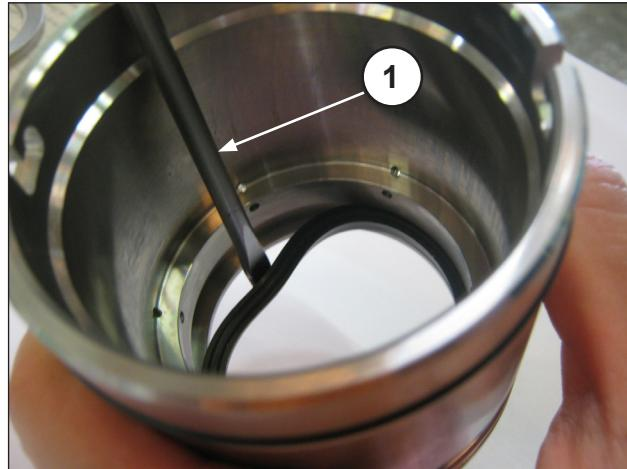

Fig. 164
Para quitar la junta de baja presión, es necesario utilizar un espesímetro o una herramienta que no dañe el alojamiento del soporte de la junta (pos. ①, Fig. 164).